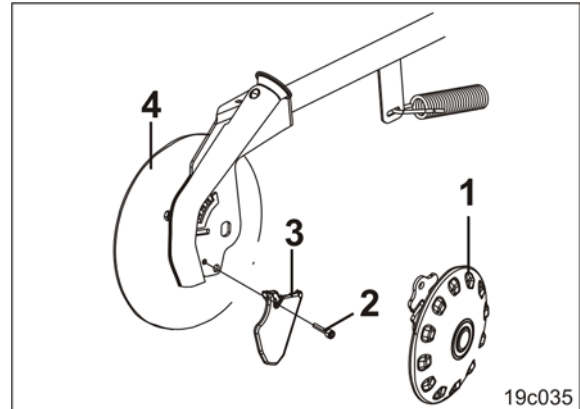

Fig. 219
1. Die Tiefenführungsscheibe (Fig. 219/1) demontieren (siehe Kap. „Tiefenführungsscheiben einstellen“, Seite 130).
2. Die Zylinderschraube (Fig. 219/2) lösen (Schrauben-Anzugsmoment 30-35 Nm).
3. Die Verschleißspitze (Fig. 219/3) austauschen und in umgekehrter Reihenfolge montieren.
Die Verschleißspitze (Fig. 219/3) darf nicht über den Rand der Säscheibe (Fig. 219/4) hinausragen. Säscheibe ggf. austauschen.